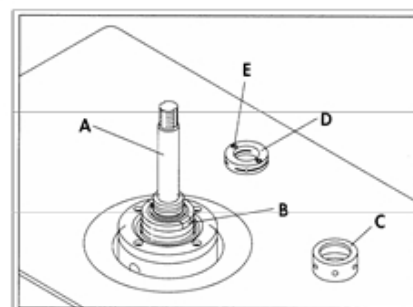

Рис. 3.15
5. Очень осторожно введите шпиндель (A) Рис. 3.15 в отверстие главного вала. Убедитесь, что выступ (B) на шпинделе встал в паз, затем зажмите его с помощью гайки (C) и стопорной гайки (D) в обратном направлении.